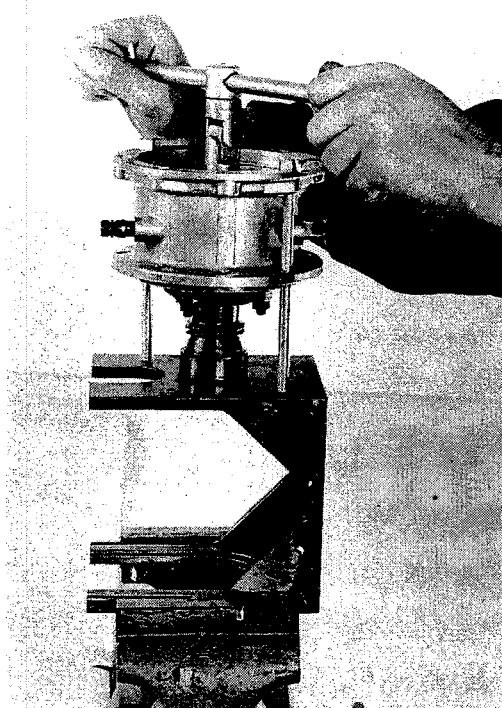

Fig. 7
- 5° Débloquent les vis de fixation du pignon d'attaque AV. Mettre à cette fin le pignon d'attaque sur la pièce d'appui munie de la pièce intercalaire à 3 goupilles, fixer le carter intermédiaire à l'aide des 2 vis. V.fig.7.